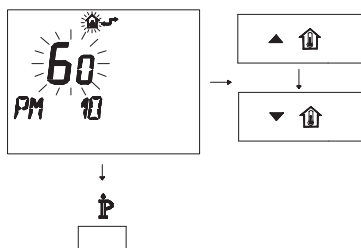

Figura 5.66
- Per modificare il SET programmato agire sui pulsanti o e aspettare che il numero programmato cominci a lampeggiare (Figura 5.66).